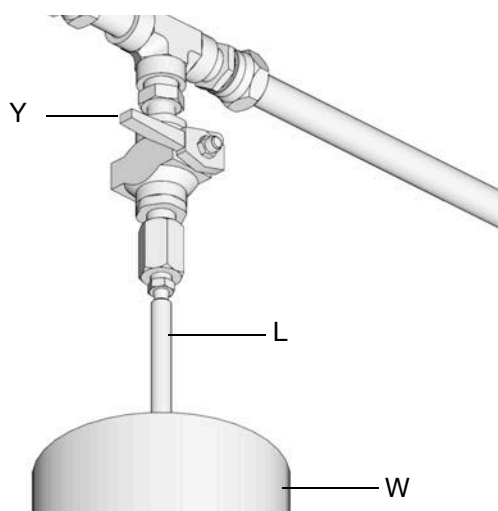

FIG. 19
1. Para aliviar la presión entre la bomba de llenado (F) y la válvula de desconexión de llenado automático (B), abra válvula de alivio de presión de la manguera de suministro (Y) (FIG. 19). La presión se alivia y el fluido sobrante se drena por el tubo de drenaje (L) hacia el contenedor de desbordamiento de lubricación (W).